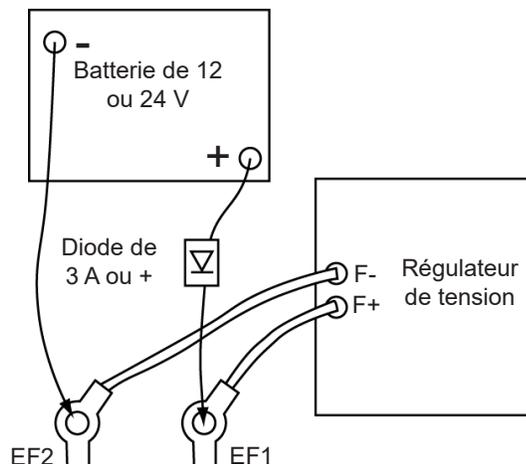

Figure 17 Configuration de restauration de l'inducteur
6. Mettez le générateur en marche et vérifiez l'amorçage de la tension. Répétez la procédure de restauration si la tension de sortie du générateur ne s'amorce pas ou restaurez l'inducteur avec le générateur en marche, les fils de la bobine de l'inducteur connectés au régulateur et la diode de 3 A ou plus enlevée de la borne positive de la batterie (voir la Figure 17).